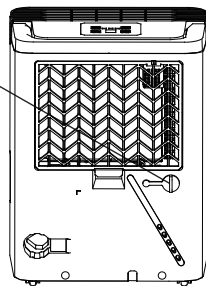
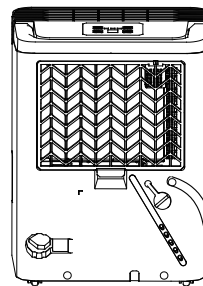

Imagen 8
Imagen 9
- Retire el tapón de goma de la salida de la manguera de drenaje trasera. Fije una manguera de drenaje (ID=13,5 mm) y al desagüe del suelo a una instalación de drenaje adecuada (ver Imagen 8 e Imagen 9).